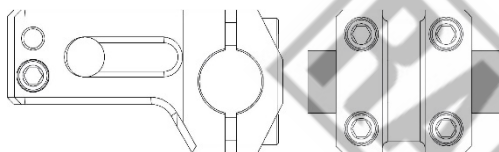

Fig. 9
- Vérifiez, par un contrôle visuel, de quelle variante il s'agit pour votre modèle (voir Fig. 9 et Fig. 10).